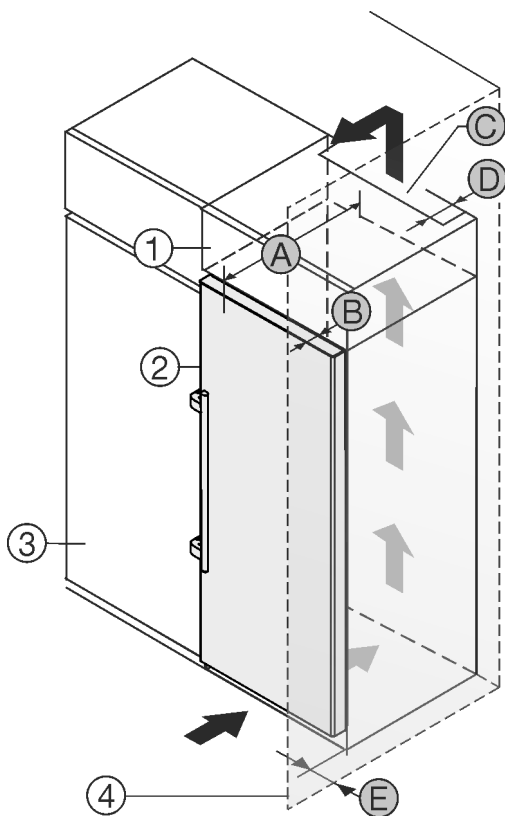

Fig. 2
Можете да поставите уреда непосредствено до кухненския шкаф Fig. 2 (3)\*.
От задната страна на шкафа-пристройка трябва да има вентилационен отвор с дълбочина Fig. 2 (D) по цялата ширина на шкафа-пристройка.\*
Под тавана на помещението трябва да е спазено сечението за вентилация Fig. 2 (C)\*.
Когато уредът се поставя с пантите до стена Fig. 2 (4), разстоянието между уреда и стената трябва да е поне 57 mm . Това отговаря на разстоянието, с което дръжките стърчат при отворена врата.\*
За да можете да отворите вратата изцяло, уредът трябва да е издаден с дълбочината на вратата Fig. 2 (B) спрямо челото на кухненския шкаф. В зависимост от дълбочината на кухненските шкафове Fig. 2 (3) и използването на детайли за отстояние от стената, уредът може да излезе още по-напред.\*